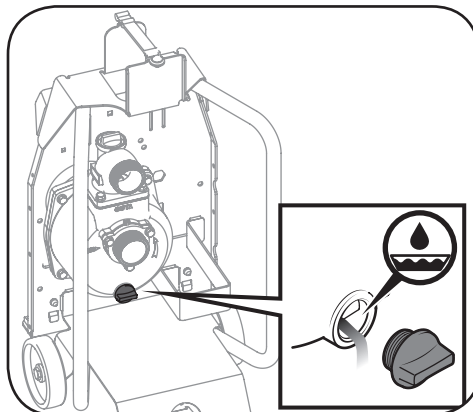

Figura 4-10
4. Vacíe el agua de la cámara de bombeo retirando el tapón para vaciar el agua. Incline la unidad hacia adelante para vaciar completamente. Vea la Figura 4-10.